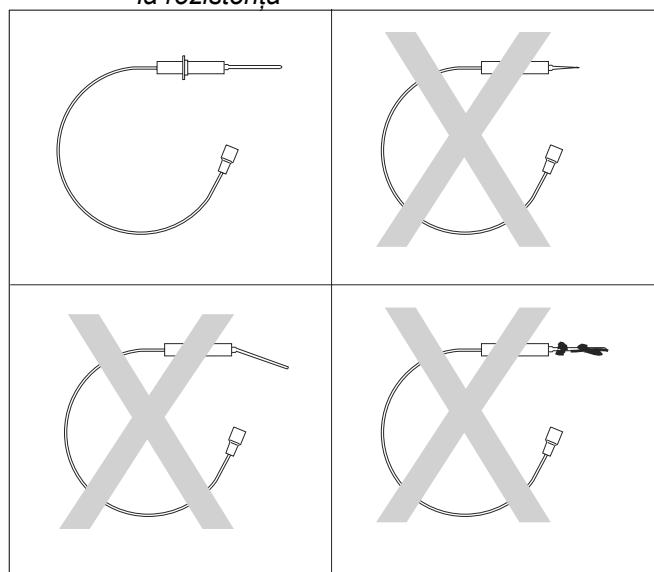

Fig. 38 Verificarea electrodului de ionizare
- Verificați electrodul de ionizare cu privire la murdărire, uzură sau deteriorare (vezi Fig. 38).